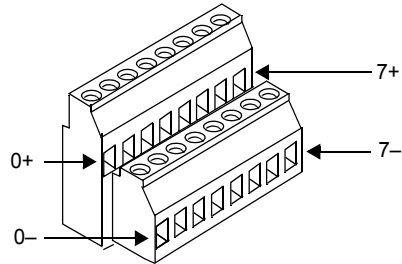

図9. 出力端子ブロックのピン番号
7. ご使用の I/O（出力）デバイスのワイヤを外部 I/O モジュールの出力ブロックのプラスおよびマイナス端子に接続します。表 9 に示すピン番号を参考にご覧ください。図 9 は、出力端子ブロックのピン番号を示しています。